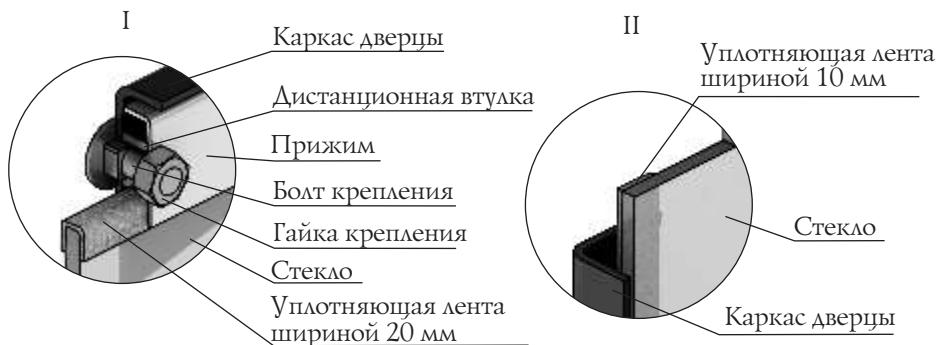

Рисунок 11. Крепление светорозрачного экрана (стекла) дверцы.
1. Открутите две гайки, фиксирующие верхний прижим (рисунок 11.I), и демонтируйте их и дистанционные втулки.
4. Возьмите новое стекло, если на нем нет уплотняющих лент, наклейте их: лента шириной 20 мм наклеивается сверху и снизу стекла «П»-образно (рисунок 151.I), лента шириной 10 мм наклеивается вертикально, вдоль боковых сторон стекла (рисунок 11.II).
5. Вставить стекло в нижний прижим, при этом лента наклеенная с боковых сторон (вертикальная) должна быть зажата между стеклом и каркасом дверцы (рисунок 11.II).